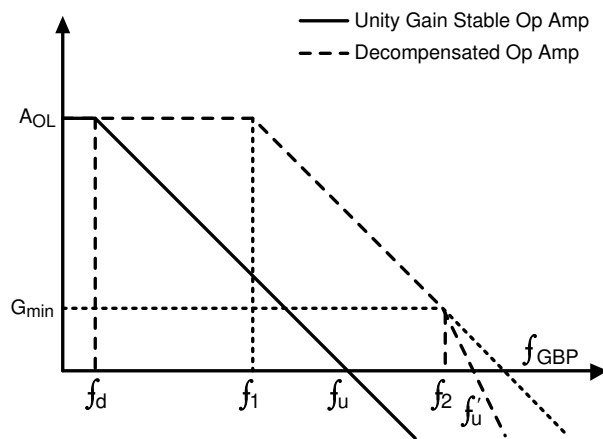

図 6-3. ユニティゲイン安定オペアンプと非補償型オペアンプのゲインと周波数の特性との関係
図 6-3 に示すように、ユニティゲイン安定アンプの支配的な極 f_d は、非補償型オペアンプの場合、周波数 f_1 に移動します。実線の A_{OL} プロットは、従来のユニティゲイン安定オペアンプの開ループゲインプロットです。TLV904xD などの非補償型アンプの内部補償の変化により、同じ電力量の帯域幅が増加します。上記のパラメータにおける利点に加えて、対応するユニティゲインと比較して利用可能なループゲインが高いため、スルーレートが高くなり、歪み値が小さくなることもあります。考慮すべき最も重要な要素は、オペアンプが G_{min} を上回るノイズゲイン (NG) になることを確認することです。 G_{min} より小さい NG の値は、 $1/f$ 曲線は 40dB/decade の A_{OL} 曲線と交差するため、図 6-3 に示すように不安定になります。この安定性解析手法を、**閉鎖速度法**と呼ばれます。TI プレジジョンラボを参照して、デバイスの安定性をよりよく理解し、安定性を確保するさまざまな手法をご確認ください。